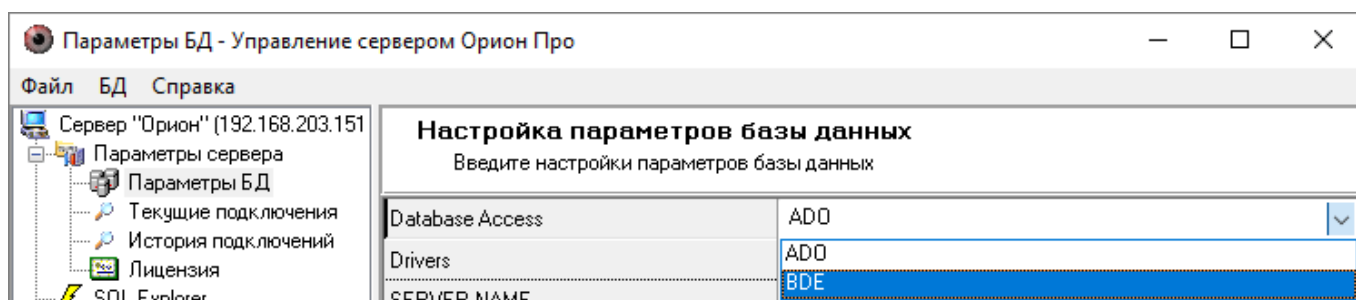

Рисунок 4-12 Выбор способа доступа к базе данных "BDE"
- 1) указать способ доступа к базе данных BDE, выбрав этот пункт в выпадающем списке (см. Рисунок 4-12) При выборе для способа доступа к базе данных значения «BDE» драйвер для